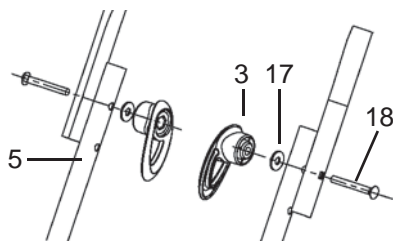

Fig.4
> Fixez le guidon (10) sur la base (5) avec les kits de montage (18), les boutons de verrouillage (3) et les rondelles (17), qui servent à amortir les vibrations (fig. 4). Le guidon peut se régler à deux hauteurs différentes pour plus de confort d'utilisation.